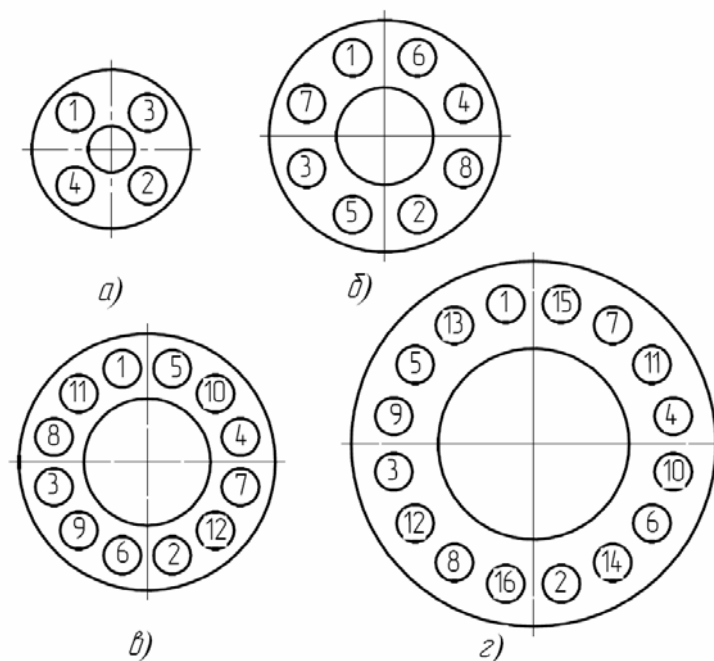

Рис.2 – Порядок затяжки гаек на фланцевом соединении
2.3.9.8.6 Присоединить погружную часть с электронным блоком к основанию, при этом порядок затяжки гаек должен соответствовать показанному на рис.2.